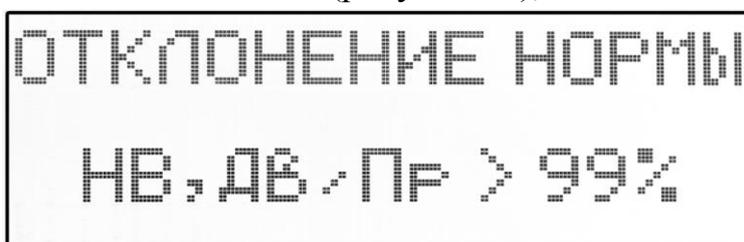

Рисунок 12
- порога аварийной сигнализации (рисунок 12);